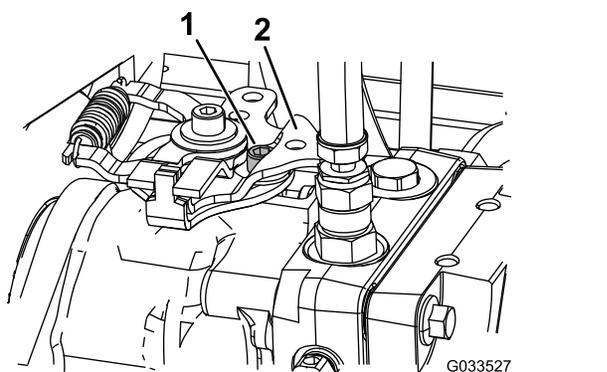

図 41
3. 走行用油圧ポンプ車両中心部側で、コントロールアームからリンクを取り外す 図 41。